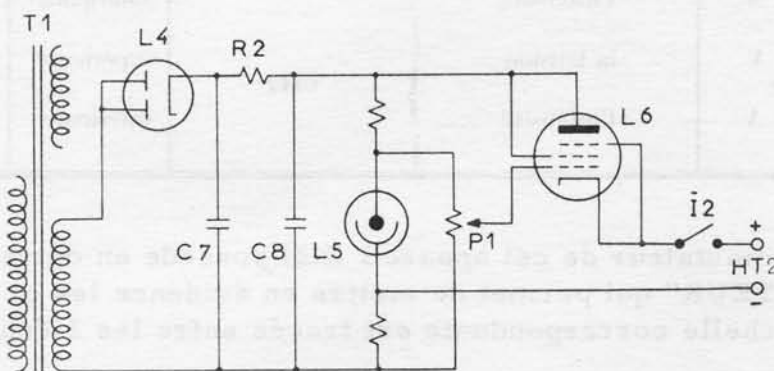

Fig. 3 - Schéma simplifié de la source de polarisation HT2.
2.11. - SOURCE DE POLARISATION HT2 (Fig. 3)